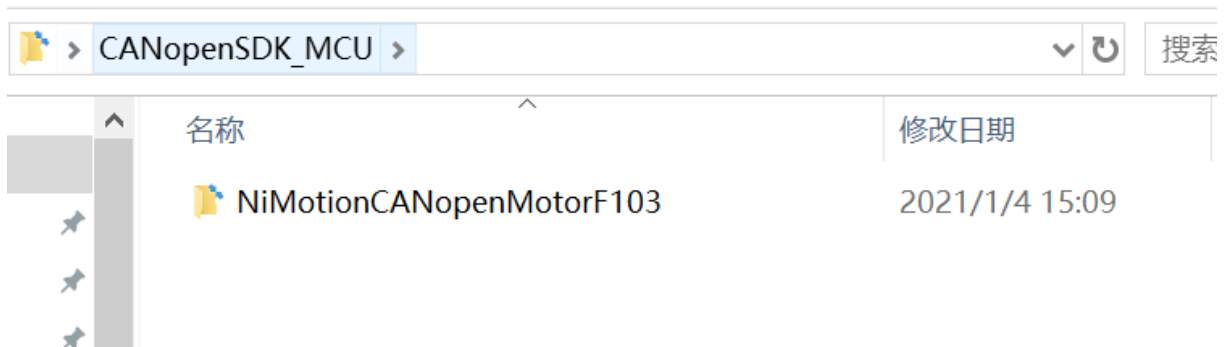

图 1
1. 解压压缩包后，打开文件夹，里面有一个工程程序，如图 1 所示。